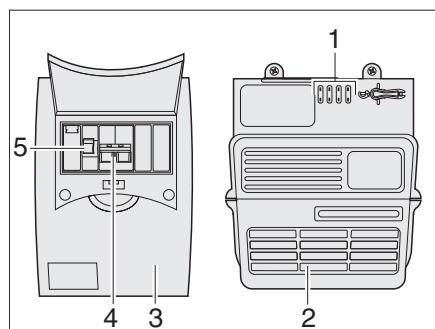

Fig. 92 Fuente de alimentación y fusible automático
La caja de fusibles de 230 V (Fig. 92,3) está montada al lado de la fuente de alimentación (Fig. 92,2).
En la caja de fusibles (Fig. 92) están integrados el fusible principal (Fig. 92,4) y un interruptor de corriente de defecto (Fig. 92,5).
El interruptor de corriente de defecto (Fig. 92,5) mide el flujo de corriente de la línea de salida y la línea de retorno. Si entre las dos líneas existe equilibrio, el interruptor de corriente de defecto no se activa. Si hay una diferencia entre las líneas, el interruptor corta el flujo de corriente inmediatamente. De esta manera se evitan accidentes eléctricos peligrosos.
- Empujar el interruptor principal (Fig. 92,4) hacia arriba en posición "ON".
- Empujar el interruptor de corriente de defecto (Fig. 92,5) hacia arriba en posición "ON".